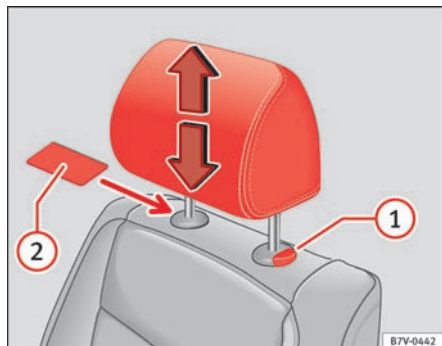

Fig. 86 Afmontering af hovedstøtte foran
- Skub om nødvendigt en flad genstand, fx et plastikkort, ind mellem ryglænets indtræk og dækkappen til hovedstøttens føringstang ⇒ Fig. 86 (2).
- Træk hovedstøtten helt ud, mens du trykker på knappen (1).